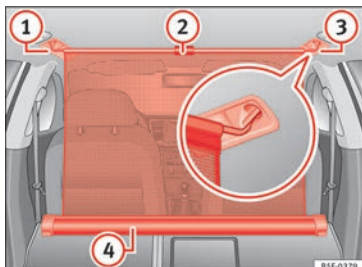

Fig. 170 Nel bagagliaio: rete divisoria fissata con gli schienali del sedile posteriore ribaltati.
- Tirare verso l'alto la linguetta » **fig. 170 ②** per estrarre la rete dalla scatola » **fig. 170 ④**
- Fissare la rete divisoria sul lato destro » **fig. 170 ③** (immagine ingrandita).
- Fissare la rete divisoria nell'alloggiamento sul lato sinistro » **fig. 170 ①** tirando la barra.
La rete divisoria è correttamente montata quando le estremità a forma di T sono agganciate saldamente agli alloggiamenti corrispondenti » **fig. 170 ③** e **①**.
- Avvolgere la rete nella scatola » **fig. 170 ④** abbassandola con la mano.